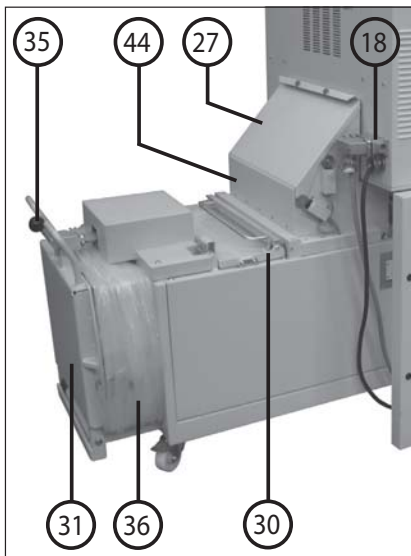

Fig. 2
a) el interruptor principal (1) está conectado,
b) el interruptor de bloqueo (2) está desbloqueado,
c) la regleta de parada de emergencia (14) está extraída y
d) la llave de accionamiento de la pieza de bloqueo del interruptor de fin de carrera (19) está metida en el interruptor de fin de carrera del compactador (fig. 2).